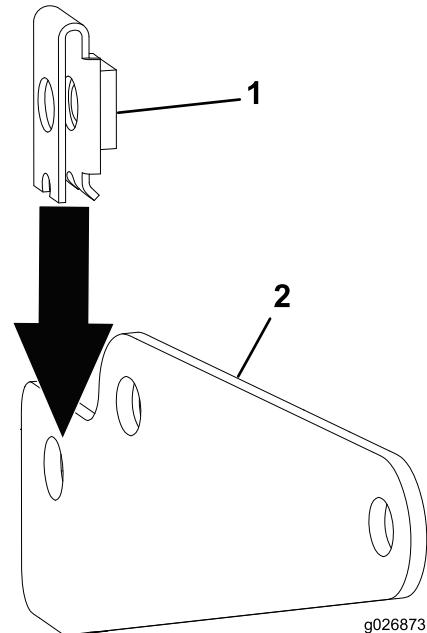

Figura 7
1. Instale la tuerca de retención en el soporte de giro (Figura 7).